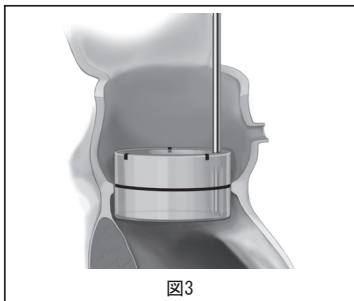

図3
- 本品専用サイザーの円筒側（図3）を使い、患者の弁輪にスムーズに入る最大径のサイザーを選びます。円筒側サイザーの黒色の線は左室流出路内での拡張型フレームの長さを表しています（図3）。